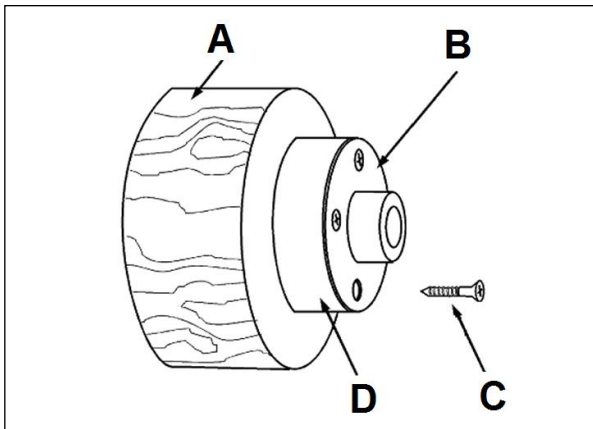

Fig 17
Befestigen Sie das Werkstück (A, Fig 17) mit 4 Messing-Holzschrauben (C) direkt an der Aufspannscheibe. Seien Sie vorsichtig bei der Schraubenwahl. Zu lange Schrauben ragen in den Zerspanungsbereich und zu kurze ergeben keine sichere Aufspannung.